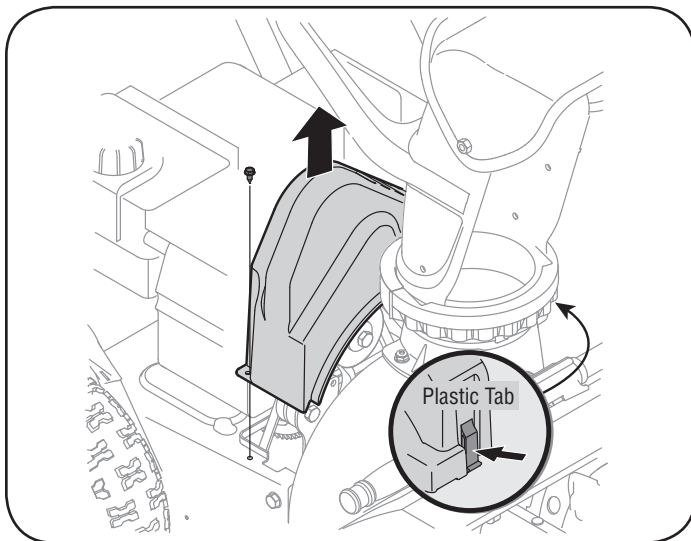

Figura 13
2. Retire el tornillo de la cubierta de la correa utilizando una llave de  $\frac{5}{16}$  con extensión y eleve la misma ligeramente. Asimismo, también debe soltar la aleta de plástico en el otro lado para elevar. No intente retirar la cubierta de la correa de la unidad en este momento. Vea la figura 13.